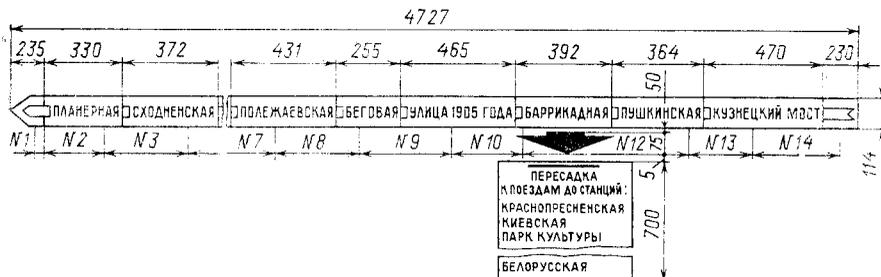

Рис. 40. Указатели на путевых стенах
*Указатели на путевых стенах* (противоположных платформе) представляют собой однолинейную схему данной линии с наименованиями всех станций в порядке следования поезда. Под названиями пересадочных станций подвешивают трафареты (подвески) с перечислением станций, на которые возможна пересадка. Указатели эти (рис. 40) состоят из отдельных элементов (шаблонов № 1, № 2 и т. д.), которые крепят шурупами на стене цепочкой. Однолинейная схема и подвески выполнены на стекле с фанерным подрамником толщиной 10—12 мм. Ширина полосы 114 мм, подвески 350 мм, длина последней 1000 или 700 мм в зависимости от числа станций, названия которых размещены на ней. Наименование